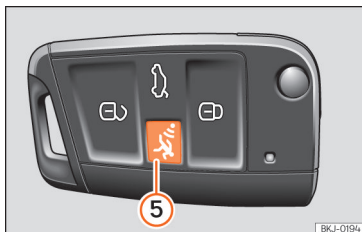

Abb. 131 Fahrzeugschlüssel mit Alarmtaste.
Alarmtaste » Abb. 131 ⑤ nur im Notfall drücken! Nach Drücken der Alarmtaste ertönt die Fahrzeughupe und die Blinker leuchten kurz auf. Durch erneutes Drücken der Alarmtaste wird sie abgeschaltet.